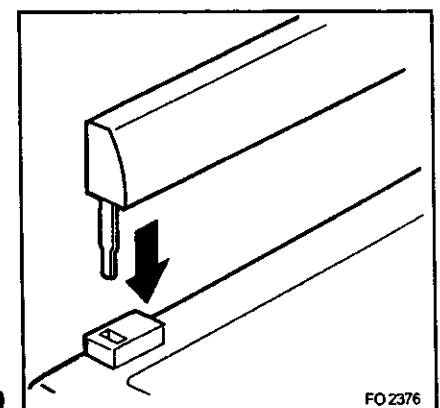

Рис. 10
2. Вставьте два штыря защитного щитка в соответствующие отверстия на заднем краю варочной поверхности вашей плиты (рис. 10).